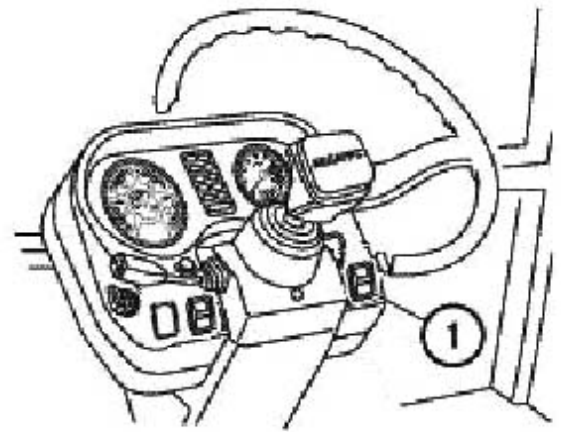

Fig.4.11
(poziția 1 pe fig 4.11)
Pentru pornirea faruri fata, setați comutatorul central de lumina (1) în poziția III (fig 4.11) iar maneta comutatorului de pe volan în poziția de mijloc – faza scurta. Faza lunga se setează la întoarcerea manetei de la sine pana la capăt.